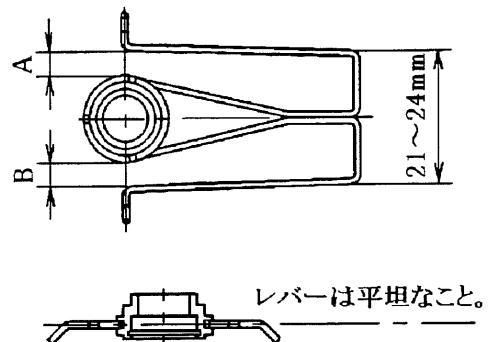

図7
- (1) 5項と逆の順序で組み立ててください。レバーをレバー支えにはめ込むときは、無理な力を加えてレバーを変形させないように注意して、手ではめ込んでください。レバーは図7の寸法で出来ています。もし、ひどく変形した場合には指で修正してください。
- (2) ふた⑩をケース②に組み込むときに、フロート③がケース内部にスムーズにはいることを確認して組み込んでください。
- (3) 組立後、入口側の止め弁を徐々に開き、空気抜き弁に加圧してください。ふた締付部及び出口管から水漏れのないことを確認してから、元のように出口管⑯にビニル管を取り付けてください。